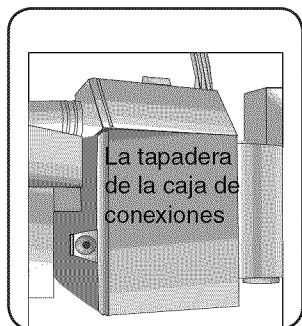

Ilustración 14
- 1 Quite la tapadera de la caja de conexiones, la Ilustración 14, levantando y jalando la cubierta hacia arriba.